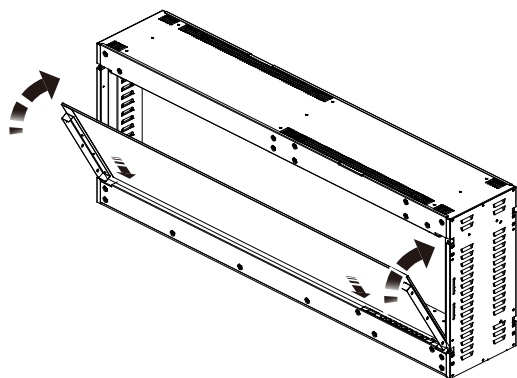

FIG. 1
- Demandez à deux personnes de lever le verre. Installez le verre avant en plaçant le côté inférieur dans l'appareil et pivotez pour que le verre touche le panneau latéral (FIG. 1).